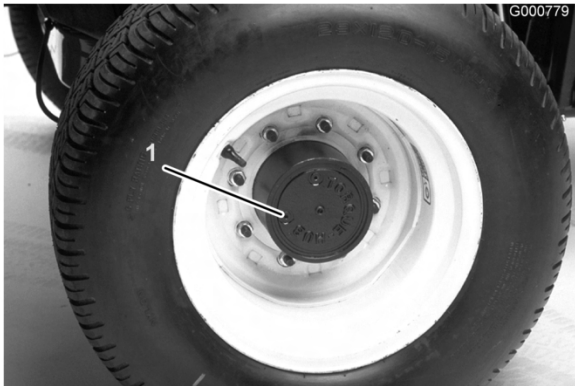
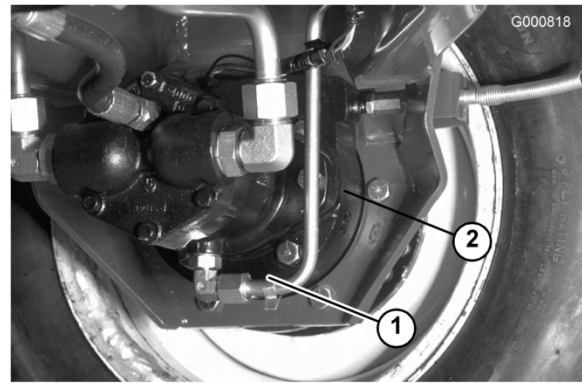

Figure 52
Figure 53
1. Garez la machine sur une surface plane et horizontale, tournez la roue de manière que le bouchon de contrôle/vidange (Figure 52) se trouve à la position 2 heures ou 10 heures.
2. Retirez le bouchon du train planétaire (Figure 52) et le bouchon de contrôle à l'arrière du frein (Figure 53).